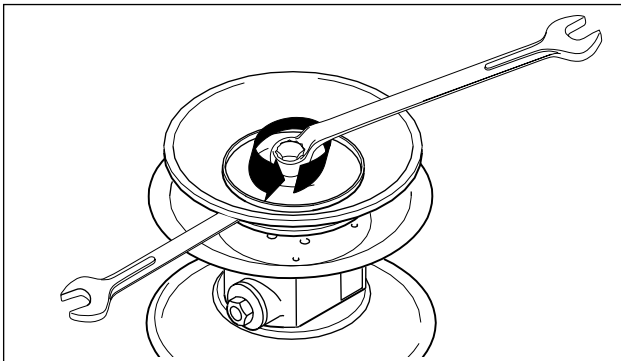

Fig. 10 – Détacher le disque de la membrane. (inutile pour les membranes nopped E4®.)
rieur et le retirer avec la membrane (Fig. 10). Sur les pompes en plastique, dévisser tout d'abord le bouchon en plastique (à partir de DL25).
- Détacher les membranes ; cf. fig. 10 et 21
- Pour des raisons de facilité, le démontage des chambres de pompe, raccords et membranes peut être effectué lorsque la pompe est dressée dans le cadre (contrairement à ce qui figure dans la fig. 10)